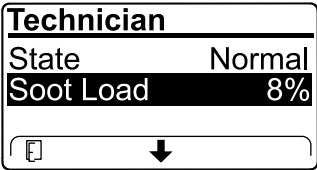

Bild 41
- Zeigen Sie die Rußlast an, die als Prozentsatz des Rußes im Dieselpartikelfilter (**Bild 41**) gemessen wird, siehe Tabelle für die Rußlast.